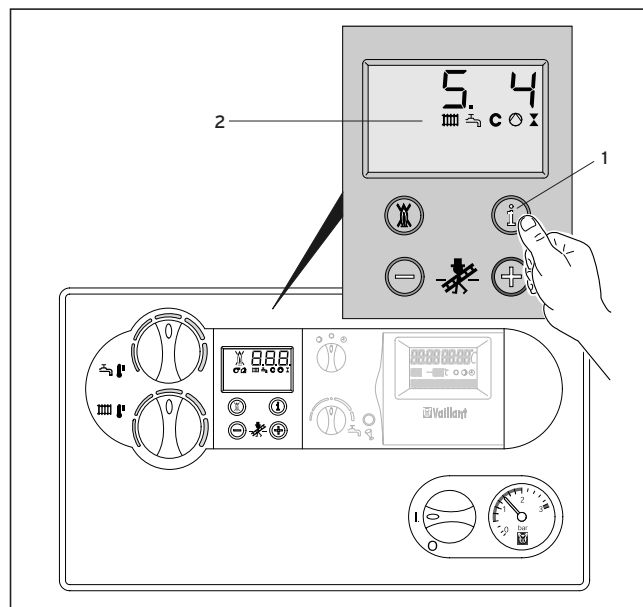

Fig. 3.12: Indicações dos estados actuais
3.5 Indicações dos estados actuais (fig. 3.12) (para trabalhos de manutenção e de assistência técnica realizados pelo técnico especializado)